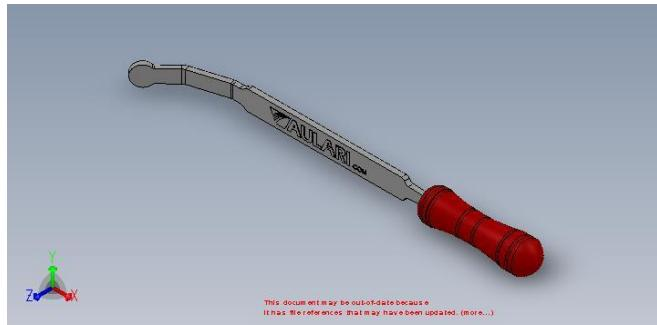

Figure 21
- 8. Effectuez régulièrement une inspection visuelle du système de distribution, cannelure et boîte à air. Nettoyez les cannelures, si besoin, avec le grattoir conçu à cet effet [Figure 21].
8. Effectuez régulièrement une inspection visuelle du système de distribution, cannelure et boîte à air. Nettoyez les cannelures, si besoin, avec le grattoir conçu à cet effet [Figure 21].
7. Effectuez régulièrement une inspection visuelle du système de distribution, cannelure et boite à air. Nettoyez les cannelures, si besoin, avec le grattoir conçu à cet effet [Figure 21].